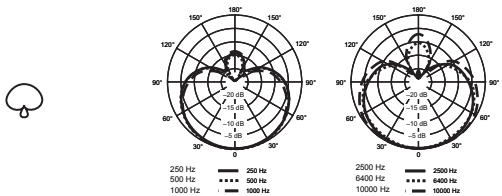

図 5. 標準スーパーカーディオイド指向特性
**スーパーカーディオイド**。より幅狭のパターンにより、オフアキシスリジェクションが大きく、最大のハウリングマージンが得られます。スーパーカーディオイドパターンは、音量の大きな環境やアプリケーションで、音源が互いに接近している場合の使用に理想的です。図 5 を参照してください。